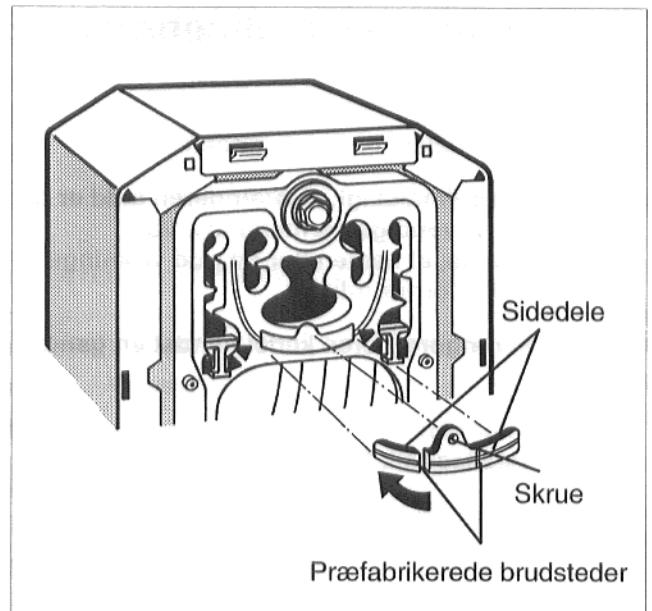

Fig. 34
- Røggasspærreplade monteres på et underlag således, at de præfabrikerede brudsteder ligger frie (Fig. 34).